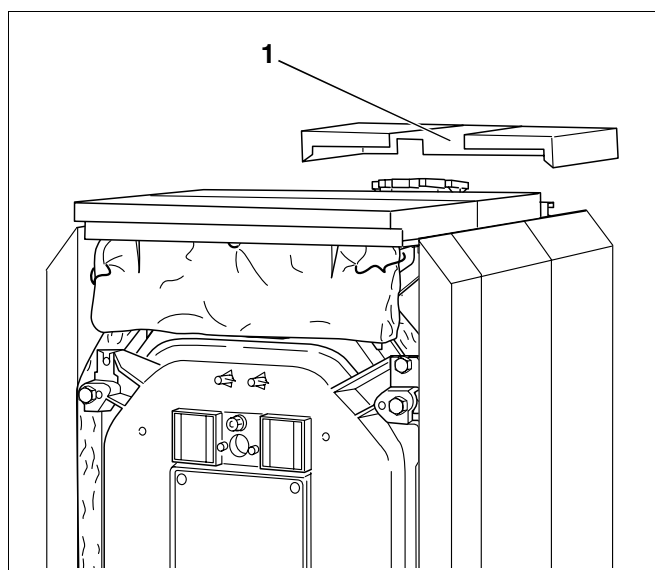

Fig. 54 Montering av bakre topplate
- Legg kjelens bakre topplate på sideveggene med kantene og utskjæringen for varmekretsens turløpning (Fig. 54, **Pos. 1**) foran.